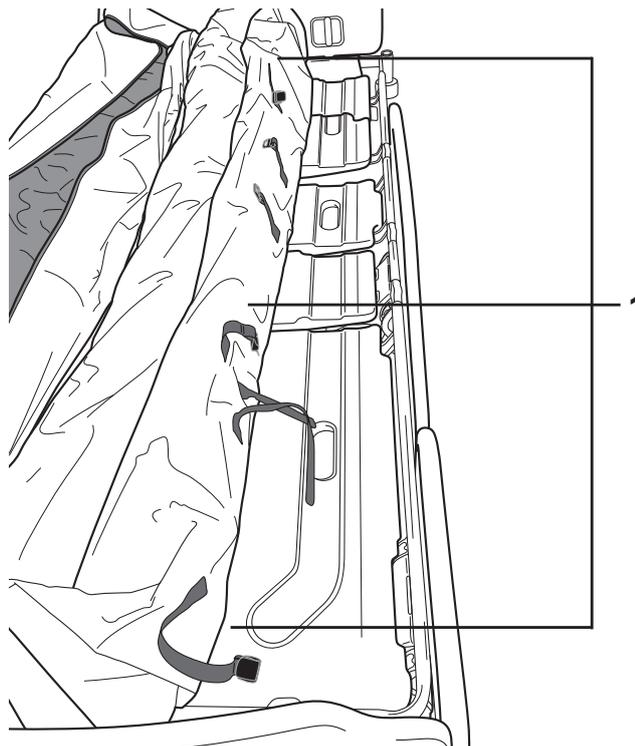

Figura 8: Visão das extensões do colchão da cabeceira para os pés
6. Utilize as extensões do colchão (figura 8, item 1), localizadas na parte de baixo do colchão, para o prender à estrutura. Existem três extensões de cada lado da estrutura, para um total de seis extensões na cabeceira e no lado dos pés (ver figura 8). Também estão disponíveis duas extensões *Skin IQ*. Certifique-se de que o colchão está preso a uma secção articulada da estrutura (ver figura 8).